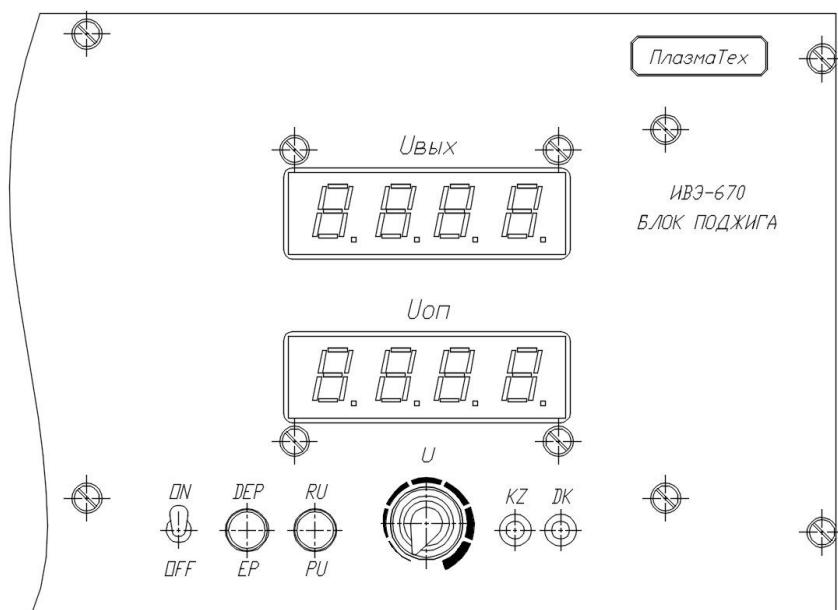
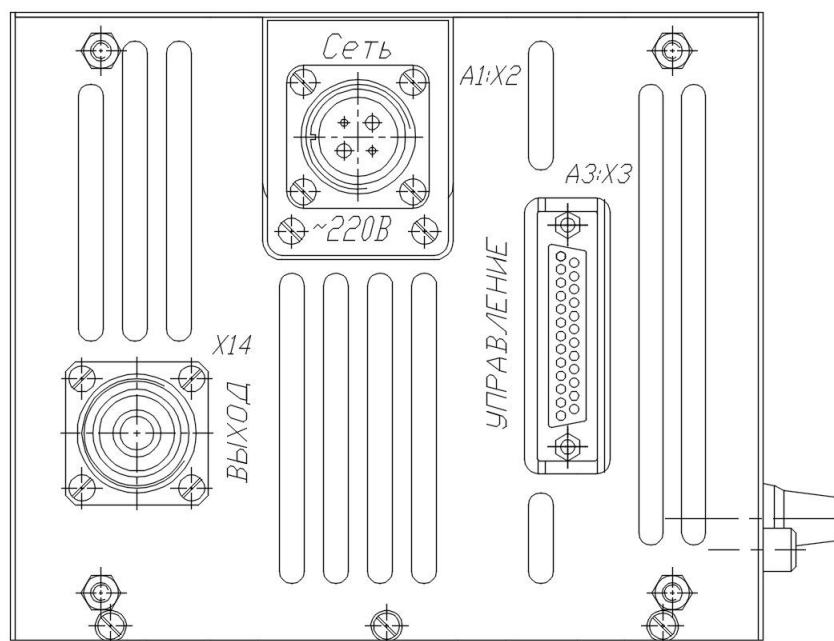

Рис.1. Вид сбоку на блок «ИБЭ-670MS».
Рис.2. Вид сзади на блок «ИБЭ-670MS».
Блок выполнен в виде прямоугольного параллелепипеда с имеющимися на его задней панели шпильками M4x25 в количестве 4 штук для обеспечения возможности крепления (подвеса) за них блока. Вид блока представлен на рис.1 и рис.2.
7.1. Перед началом работы внимательно изучите техническое описание и ознакомьтесь с расположением органов ручного управления на боковой панели блока (см. рис.1), и последовательностью их применения.
Изучите функциональное назначение тумблера, кнопок, светодиодов, индикаторов и ручек на блоке «ИВЭ-670MS» пользуясь, рис.1 или самим блоком и нижеприведённой расшифровкой их названий:
8.2. Переверните тумблер «ON/OFF» в верхнее положение и блок включиться «по сети», о чем свидетельствует свечение двух четырехразрядных семисегментных светодиодных индикаторов контроля данных «МИ» (см. рис.1).